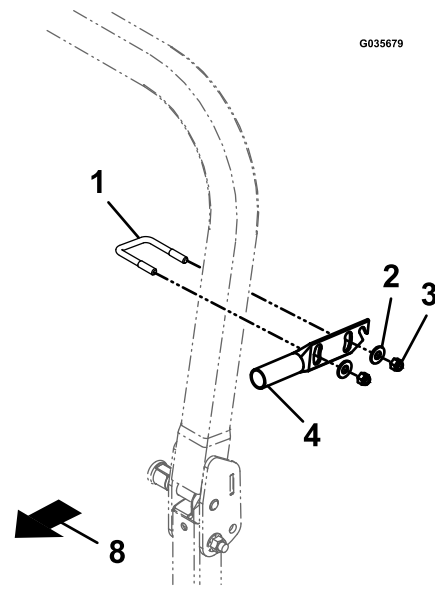

Figura 5
- A. Instale provisionalmente los pernos en U, las arandelas y las tuercas, según se muestra en Figura 5.